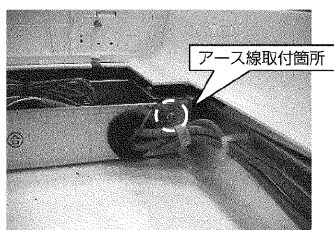

図21
- (2) (図21) のアース線取付箇所のアースネジを一度取外し、パネルからのアース線と共に再度取付けてください。